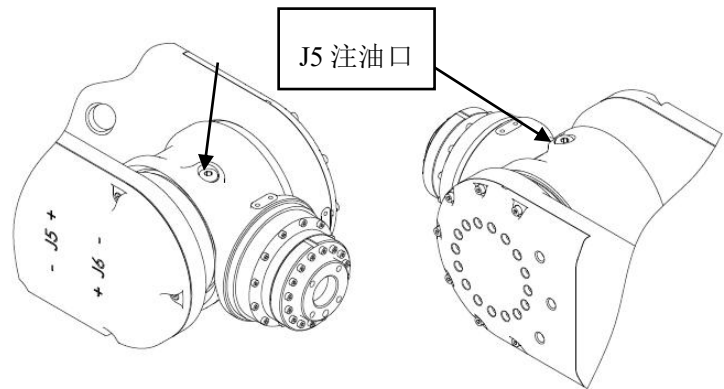

图 4-1 机器人注油口和排气口分布图
- 3) 拆下润滑油供、排油口的内六角螺塞 M10×1，见图 4-1